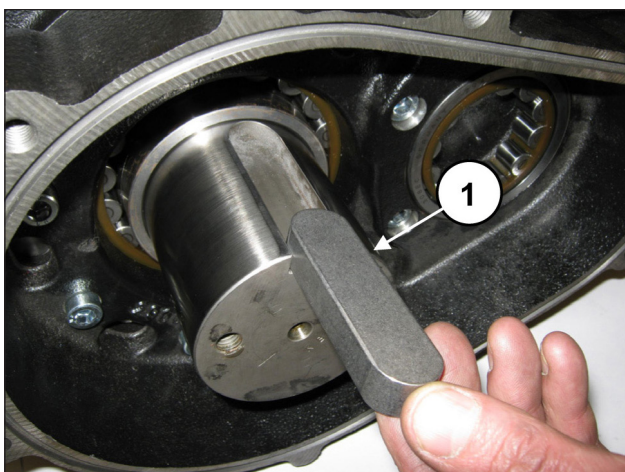
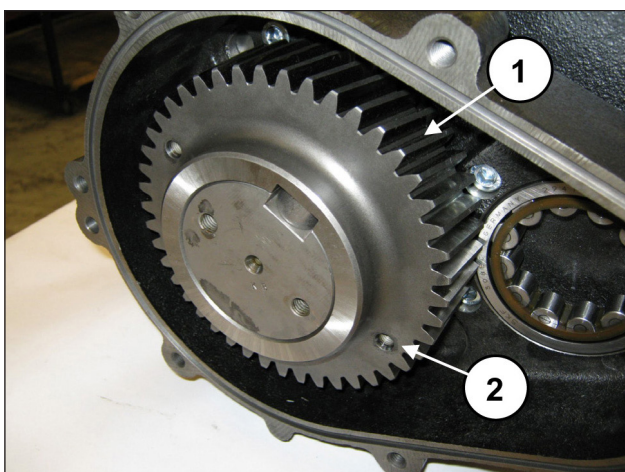

Fig. 74
Fig. 75
Applicare la linguetta 22x14x80 nella sede dell'albero (pos. ①, Fig. 74) e inserire la corona sull'albero (pos. ①, Fig. 75).
**La corona deve essere montata assicurandosi che i due fori M8 (da utilizzarsi per l'estrazione) risultino rivolti verso l'esterno della pompa (pos. ②, Fig. 75).**